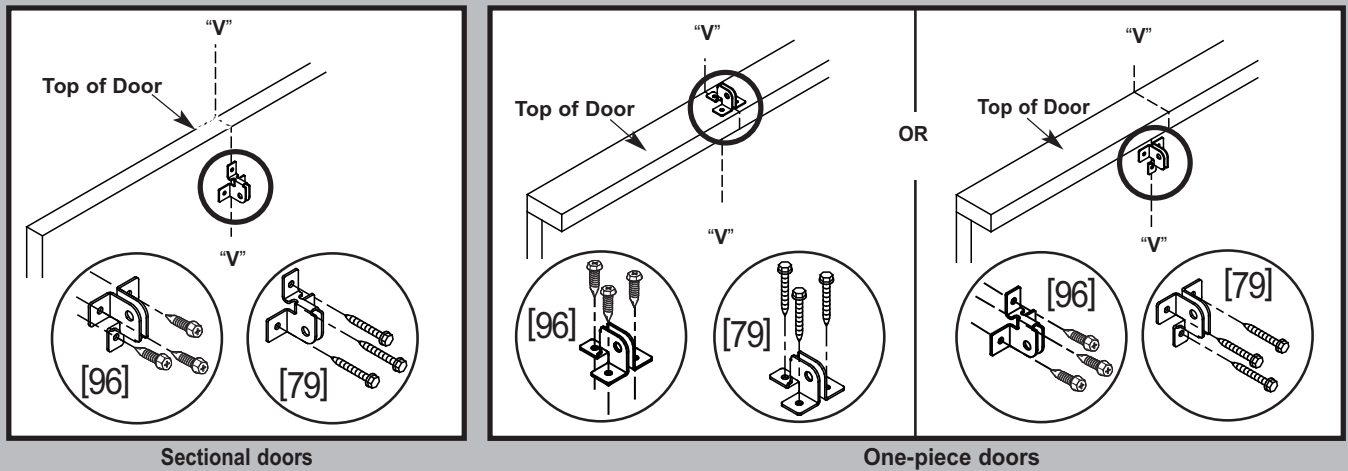

Fig. 2-6
**8. Install door bracket (Fig. 2-6).**